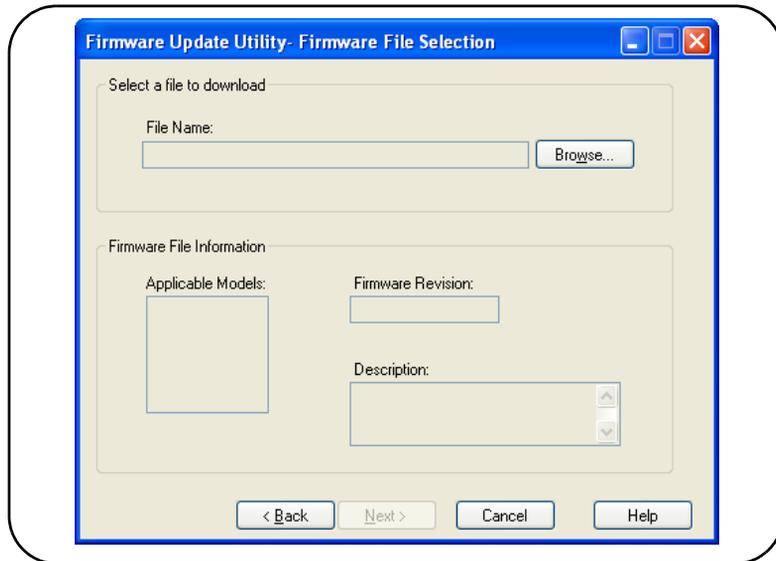

Figure 2-10. Sélection du chemin d'accès au fichier de mise à jour
2. Cliquez sur Next et à l'aide du bouton Browse, indiquez le chemin d'accès au fichier du microprogramme (Figure 2-10). Une fois le chemin spécifié, le numéro de modèle de l'appareil est visible dans la fenêtre Applicable Models, ainsi que le numéro de révision et la description de l'appareil. Sélectionnez Next.